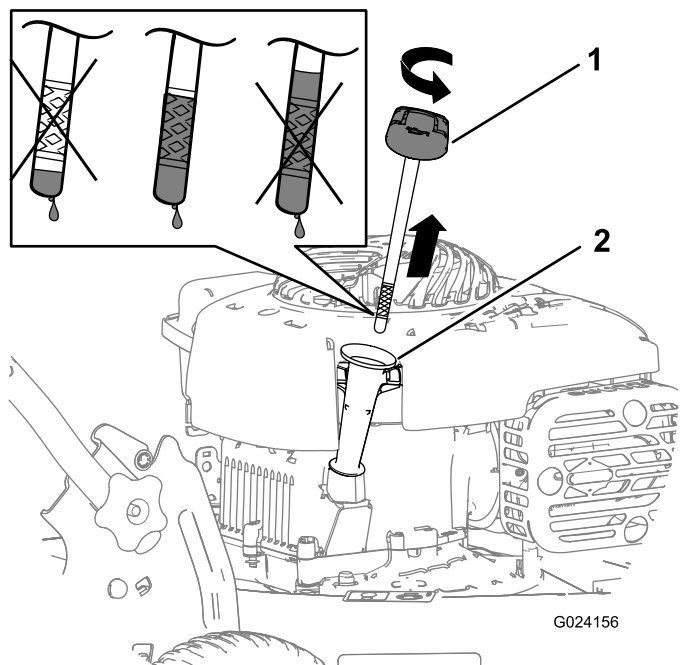

Figure 10
2. Retirez la jauge (Figure 10).
5. Sortez de nouveau la jauge et contrôlez le niveau d'huile ; voir Figure 10.